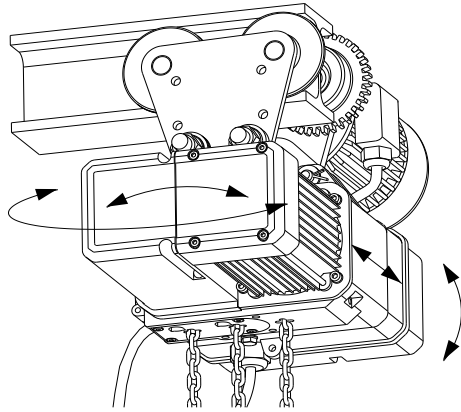

Bild 23: Beweglichkeit zwischen Hebezeug und Fahrwerk
**Achtung!** Nach Montage muss zwischen Hebezeug und Fahrwerk noch eine Beweglichkeit in den in Bild 23 angegebenen Pfeilrichtungen vorhanden sein.